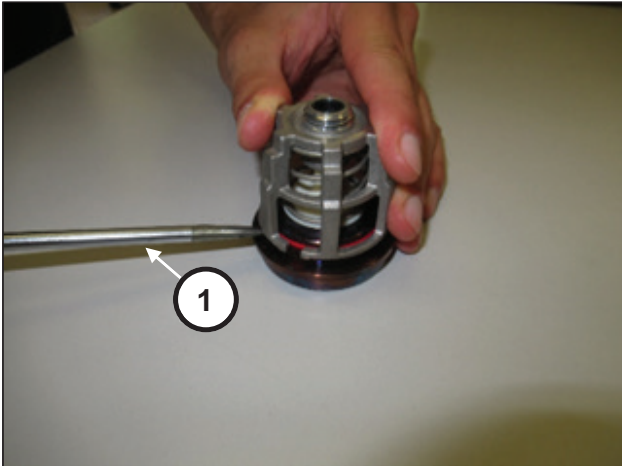

Fig. 110
Desmonte os grupos de válvulas de aspiração e descarga fazendo alavanca com ferramentas comuns (pos. ①, Fig. 110).